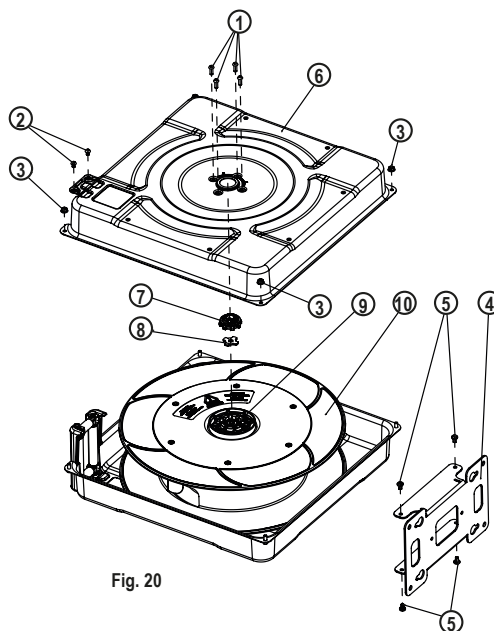

Fig. 20
If accidental stress is applied to the Tensor piece (3) (fig. 8) by turning the square wrench (1) (fig. 9), when the four bolts (5) (fig. 8) had not been removed previously, the Tensor piece (7) (fig. 20) can be damaged. This could happen while installing/replacing the hose, or during the power spring load adjustment.
8. Now it is necessary to take away the casing side, for doing this, proceed to take apart the bolts (1) (fig. 20).
9. Take apart the two bolts (2) (fig. 20) located in the roller outlet side.
10. Disassemble the base (4) (fig. 20) by loosening the bolts (5) (fig. 20).
11. Loosen the bolts (3) (fig. 20) which join both casing sides. Now you can take apart the casing side (6) (fig. 20) enabling access to the Tensor piece (7 & 8) (fig. 20).
12. Replace the tensor piece (7) (fig. 20) and its inner metal sheet (8) (fig. 20) for new ones. Make sure to assemble the inner metal sheet inside the plastic tensor piece, before placing the assembly on the spring fixation (9) (fig. 20).
13. Assemble again all the components in reverse order, by placing the unassembled casing side (6) (fig. 20) and fixing it to the other casing side by tightening the bolts (3) (fig. 20).
14. Assemble the base again (4 & 5) (fig. 20), and the roller outlet bolts (2) (fig. 20).
Om oavsiktlig belastning appliceras på fjäderspännaren (3) (fig. 8) genom att vrida fyrkantnyckeln (1) (fig. 9), om de fyra bultarna (5) (fig. 8) inte hade tagits bort tidigare, så kan fjäderspännaren (7) (fig. 20) skadas. Detta kan hända när du installerar / byter slang eller under justering av fjäderbelastningen.
8. Ta bort höljets sida genom att ta bort bultarna (1) (fig. 20).
9. Ta bort de två bultarna (2) (fig. 20) på rullens utloppssida.
10. Demontera basen (4) (fig. 20) genom att lossa bultarna (5) (fig. 20).
11. Lossa bultarna (3) (fig. 20) som sammanfogar båda höljets sidor. Nu kan du ta bort höljets sida (6) (fig. 20) att få tillgång till fjäderspännaren (7 & 8) (fig. 20).
12. Ersätt fjäderspännaren (7) (fig. 20) och dess inre metallplåt (8) (fig. 20) med nya. Se till att montera det inre metallplåten inuti plastens tensorbit innan du monterar enheten på fjäderfixeringen (9) (fig. 20).
13. Montera igen alla komponenter i omvänd ordning genom att fästa det bortskruvade höljets sida (6) (fig. 20) på andra höljets sida genom att dra åt bultarna (3) (fig. 20).
14. Montera basen igen (4 & 5) (fig. 20) och rullutloppets bultar (2) (fig. 20).